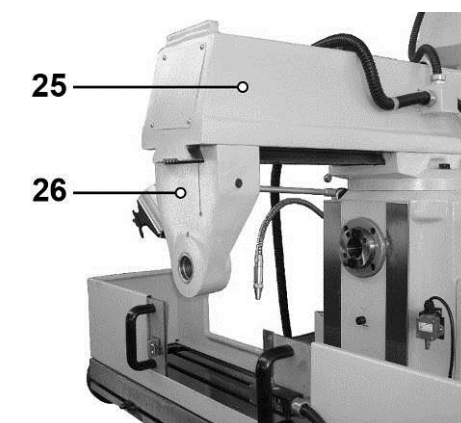

Рис. 25
9.10.2. Как указано в пункте 9.9, поверните хобот (25) на 180°, строго на отметку (0) по шкале (75) (1 деление = 1 град.) и указателю (76), расположенному на противоположной стороне колонны (38) (Рис. 23а). Положение закрепите четырьмя болтами (77), установите серьгу (26) (Рис. 25), затяните гайку (78).